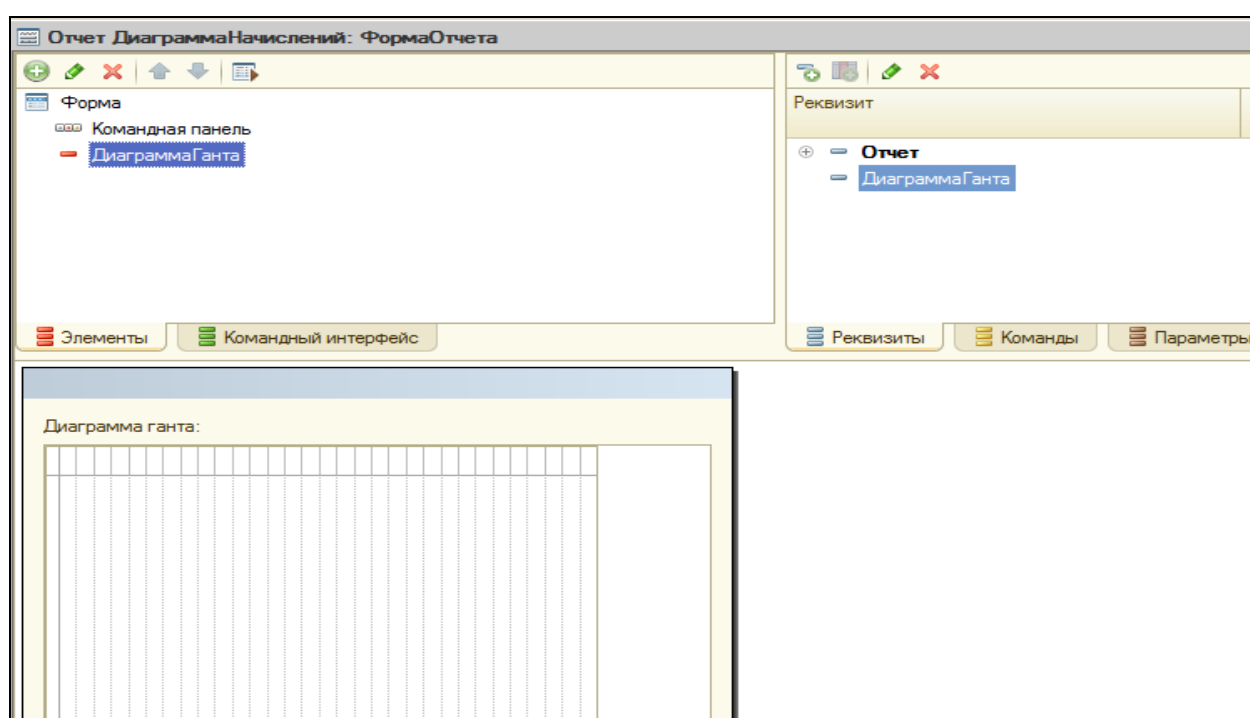

Рисунок 8.31 Добавление диаграммы в форму
3. Перетащить созданную диаграмму Ганта в левую часть, в окно элементов формы (рис. 8.31).